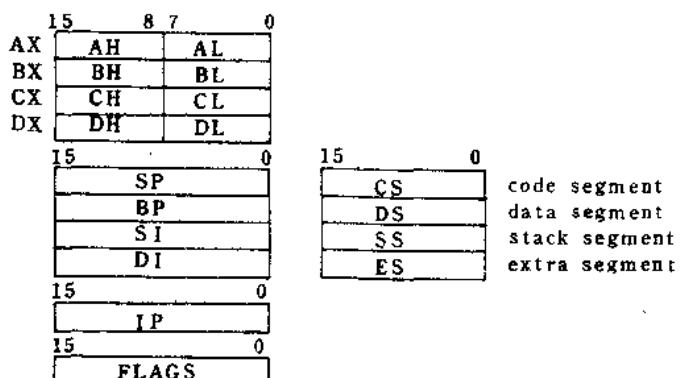

图 1-4 8088 内部寄存器
8088 内部有 8 个 16 位的通用寄存器(AX, BX, CX, DX, SP, BP, SI, DI)和 4 个 16 位的 segment 寄存器(CS, DS, SS, ES,) (如图 1-4 所示)。此外它还有一个 16 位的 Instruction pointer (IP) 和一个 16 位的标志寄存器(FLAGS)。8 个通用寄存器中 4 个寄存器(AX, BX, CX, DX)的每一个又可以分为两个 8 位寄存器。8088 可以分别处理这些 8 位寄